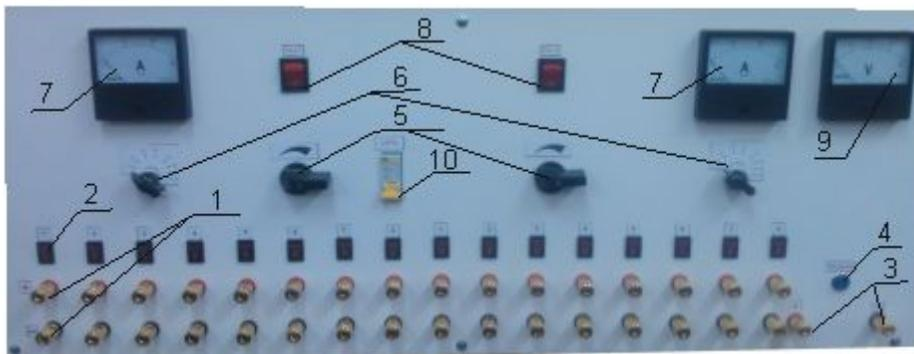

Рис.1 Внешний вид
4.2 На передней панели расположены ( см. рис. 1 ): клеммы 1 для подключения заряжаемых батарей , выключатели каналов 2 , клемма 3 для подключения батареи при проверке ее технического состояния, регулятор выходного напряжения 5 , переключатель амперметра 6 , амперметр, кнопка включения сети секций 8 , вольтметр 9 , кнопка включения нагрузочного резистора 4 , выключатель сети 10 , вольтметр 9, используемый при проверке технического состояния батарей.